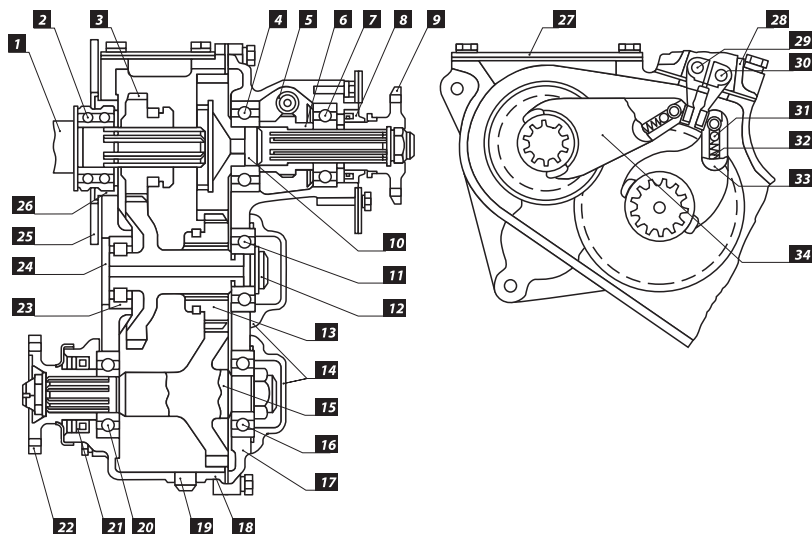

Рис. 1
1. Перед снятием раздаточной коробки (в дальнейшем РК) с автомобиля слейте масло, открутив гайку [19] (Рис. 1). Объем масла в РК – 0,8 л.
2. Открутите крепление переднего и заднего карданов к фланцам [9], [22] (Рис. 1).